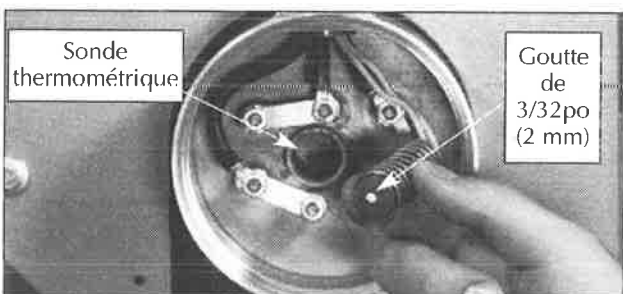

FIGURE 11
1. Retirer l'ensemble limiteur de température à maximum et nettoyer l'intérieur de la sonde thermométrique (voir figure 11) afin d'assurer un bon contact thermique.
3. Mettre une petite goutte de 3/32 po (2 mm) de diamètre de graisse thermoconductrice au centre du capuchon de métal, mais sans l'étendre. Cela est important afin d'assurer un bon contact thermique entre le limiteur de température à maximum et la sonde thermométrique (voir figure 11).